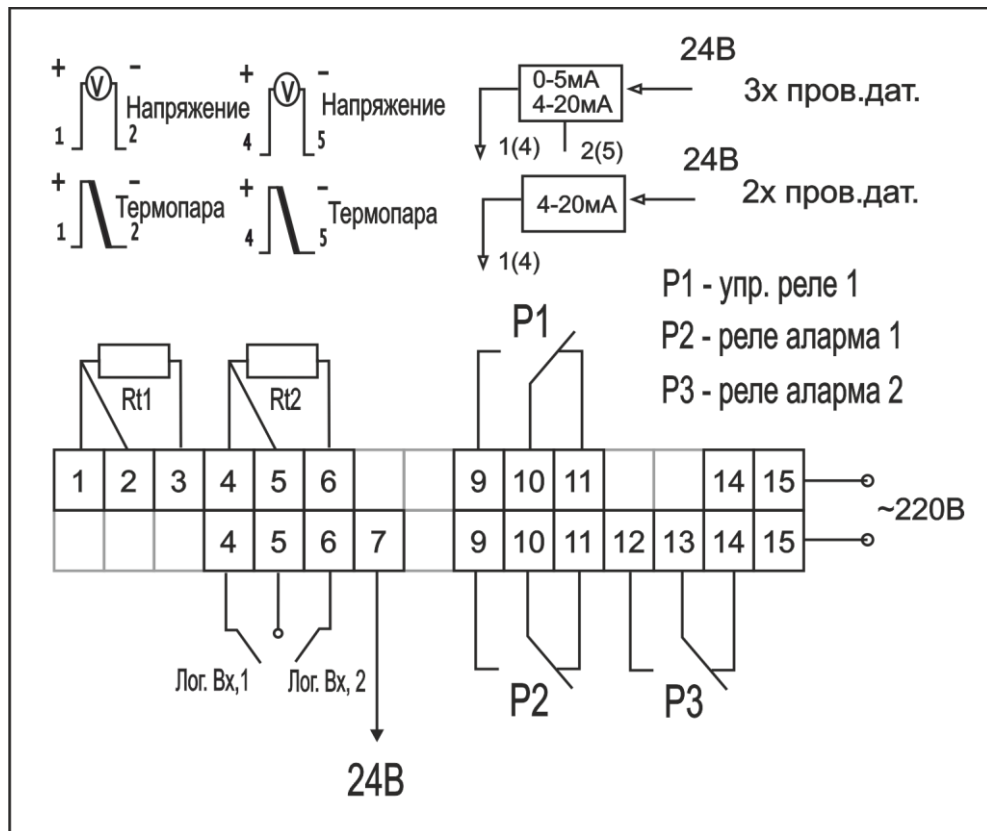

Рис. 2 (клеммные колодки)
4.8 Действие аварийных реле определяется параметрами режима работы, а также температурой задания и гистерезисом аварийного реле из меню P_{HLL} (см. Рис. 2). Параметры $\text{P}_{\text{HLL}1}$ и $\text{P}_{\text{HLL}2}$ задают режим работы аварийного реле 1 и 2 соответственно. Существует 10 режимов работы:
- 2 - аналогично режиму 0, но отслеживание заданного условия начинается только после достижения текущей температурой основного заданного значения **Трег** (если параметр $\text{P}_{\text{H}} = 0$) или значения $\text{P}_{\text{H}}1$ (если параметр $\text{P}_{\text{H}} \neq 0$). Считается, что текущая температура достигла заданной, если $|\text{P}_{\text{H}}1 - \text{T}_{\text{тек}}|$ меньше или равно P_{HLL} , где P_{HLL} - параметр из меню P_{HLL} (см. Рис.2). В режиме останова реле выключено.
- 3 - аналогично режиму 1, но отслеживание заданного условия начинается только после достижения текущей температурой основного заданного значения **Трег** (если параметр $\text{P}_{\text{H}} = 0$) или значения $\text{P}_{\text{H}}1$ (если параметр $\text{P}_{\text{H}} \neq 0$). Считается, что текущая температура достигла заданной, если $|\text{P}_{\text{H}}1 - \text{T}_{\text{тек}}|$ меньше или равно P_{HLL} , где P_{HLL} - параметр из меню P_{HLL} (см. Рис.2). В режиме останова реле выключено.